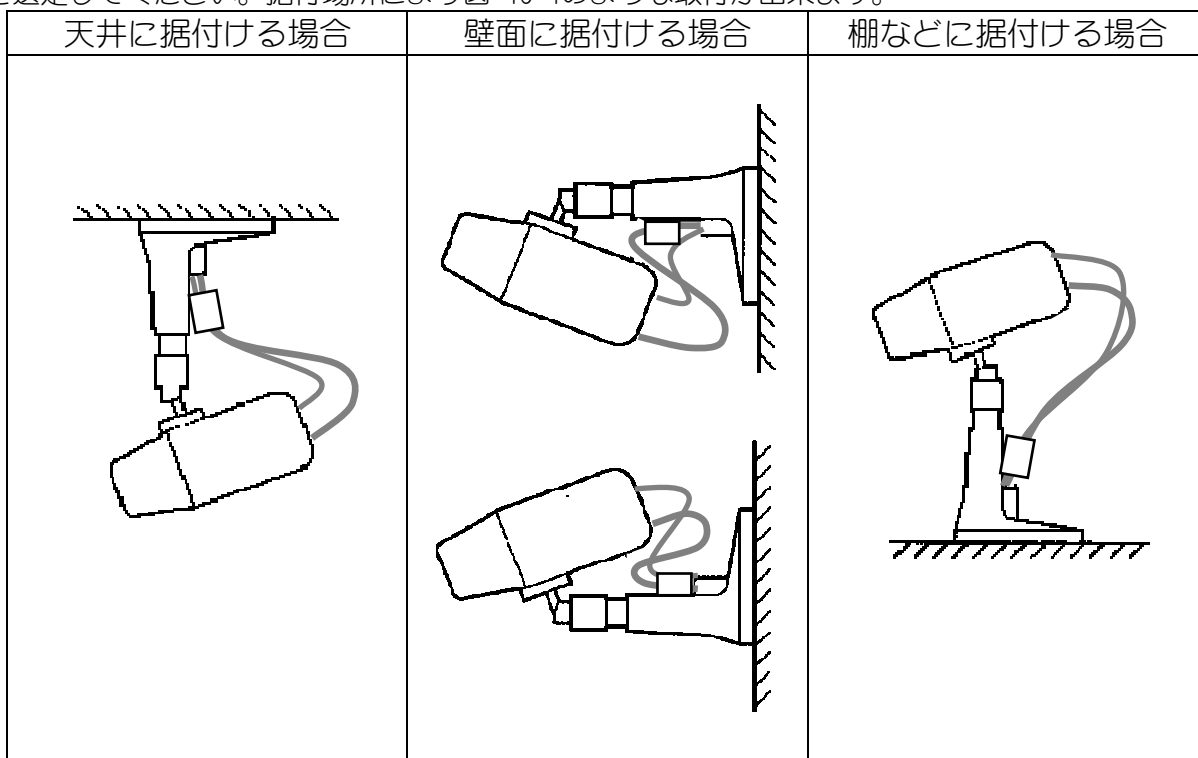

図 16-1 据付場所
- カメラは据付場所によりいろいろな据付方向が選べますから、設置前に十分検討の上、最適な場所を選定してください。据付場所により図 16-1のような取付が出来ます。